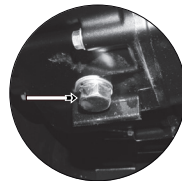

Imagen 17. Ubicación del tornillo de drenado.
5. Quitar el tornillo de drenado, girándolo en sentido contrario a las manecillas del reloj. Ver imagen 17.